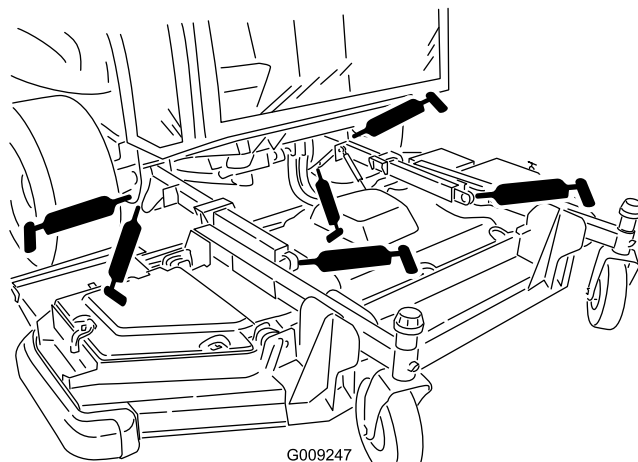

Figure 54
- Bagues de bras de relevage (2) (Figure 54).
- Rotules de bras de relevage (2) (Figure 54).
- Pivots de vérins de relevage de plateau avant (2) (Figure 54)